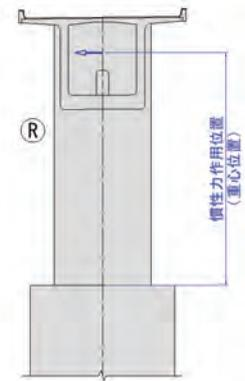

図3 直角方向柱断面力(単柱)
- ・水平力を慣性力作用位置に載荷させた単柱モデルにて柱断面照査(図3)。